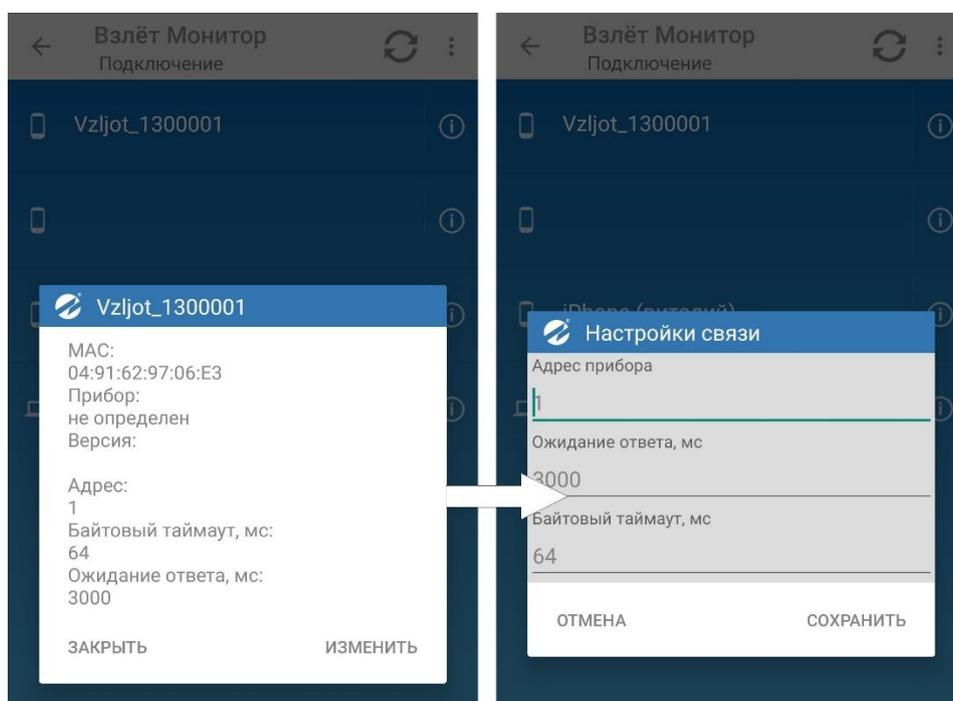

Рис.23. Настройки связи с прибором.
3.5.4. Для просмотра и/или настройки параметров связи с прибором необходимо коснуться кнопки  в строке соответствующего прибора. В появившемся диалоговом окне для редактирования параметров связи нажмите кнопку **ИЗМЕНИТЬ**, затем кнопку **СОХРАНИТЬ** (рис.23).